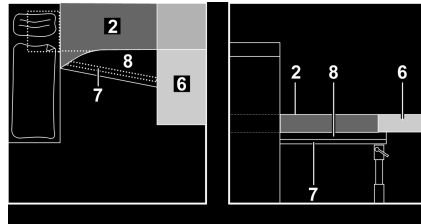

Fig. 75 Pendant la transformation
- Accrochez la barre du lit (Fig. 75,7) et la faire coulisser aussi loin que possible vers l'arrière.
- Poser la planche supplémentaire (Fig. 75,8) sur la barre du lit et le coffre de banquette.